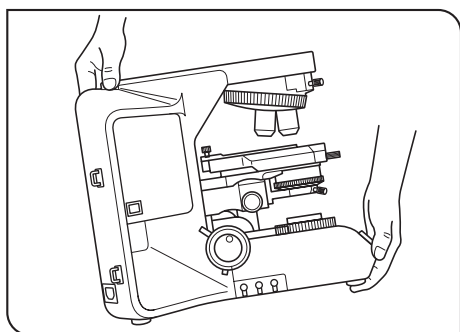

Fig. 2
(fig. 2)
3. Antes de deslocar o microscópio, retire o tubo de observação e a amostra e, com todo o cuidado, pegue no microscópio pela base (lado da frente) e pela parte por onde se agarra na traseira do braço, tal como ilustra a fig. 2.